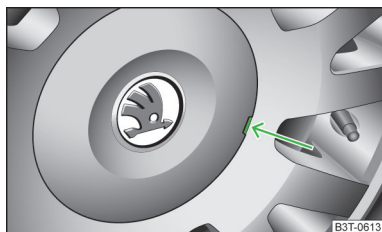

Fig. 178
► Scoateți cu atenție ornamentul de roată cu ajutorul mânerului de sârmă din trusa de scule » fig. 178.